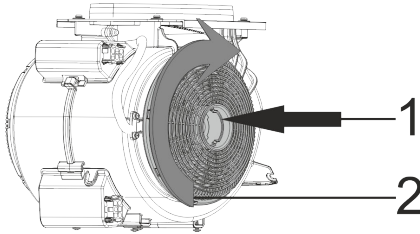

Fig. 7: KUL 10 & KUL 13
- 1- Placer kulfilterne på motorens sider (Fig. 7).
- 2- Sørg for at dreje kulfilterne med urets retning for at låse dem fast (Fig. 7).